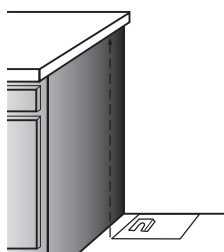

Figure 21
- 4 Déposer le gabarit sur le plancher dans l'ouverture (là où la cuisinière sera installée) de sorte que le bord gauche soit contre l'armoire et le bord supérieur contre le mur arrière, la moulure ou l'armoire. (Voir la figure 21.)